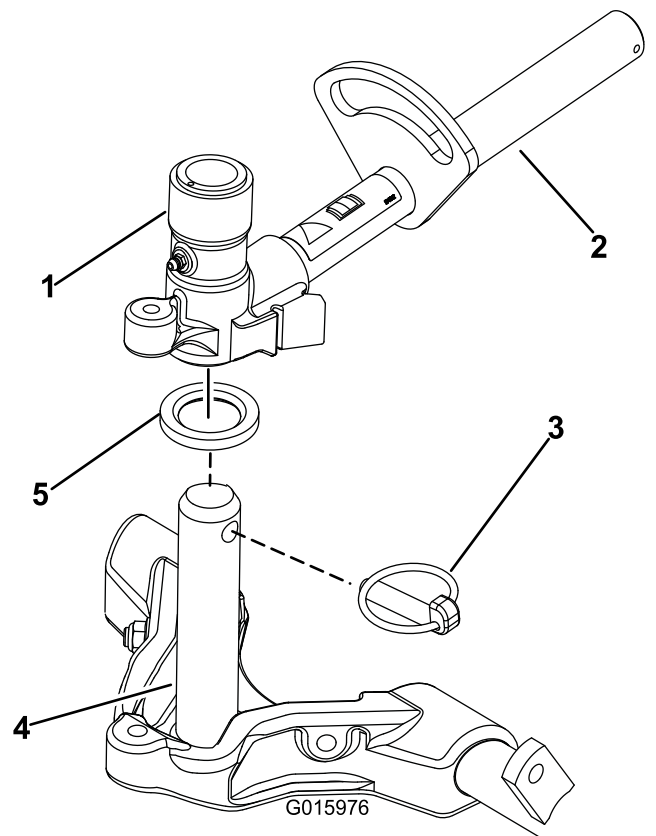

Figura 16
8. Rivestite l'albero del telaio portante di grasso pulito (Figura 16).
9. Per gli elementi di taglio anteriori, infilate un elemento di taglio sotto il braccio di sollevamento mentre inserite l'albero del telaio portante nella forcella del braccio di sollevamento (Figura 16). Assicuratevi che la rondella di spinta sia in posizione corretta sull'albero del telaio portante.
10. Fissate l'albero del telaio portante alla forcella del braccio di sollevamento con il perno di ritenuta (Figura 16).
- B. Inserite la forcella del braccio di sollevamento nell'albero del telaio portante (Figura 16).